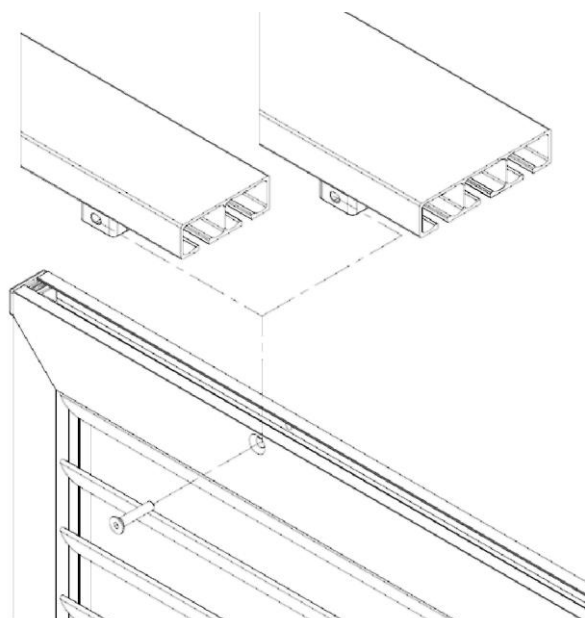

Fig. 7
7. Soulevez le cadre et insérez les chariots supérieurs dans le profilé du cadre supérieur à travers l'espace laissé par le bouchon retiré. Alignez le trou du corps du chariot avec l'axe du trou du cadre supérieur. Soulevez légèrement le cadre et connectez-le au corps du chariot avec une vis M8x40 (fig. 7). Répétez l'opération pour le deuxième chariot. Fixez les bouchons aux extrémités des profilés supérieurs du cadre. Ensuite, suspendez tous les cadres Slide.